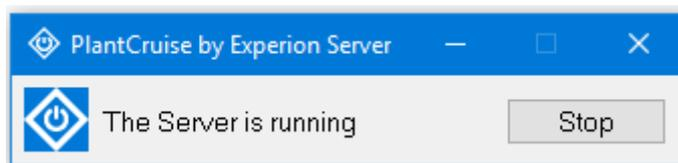
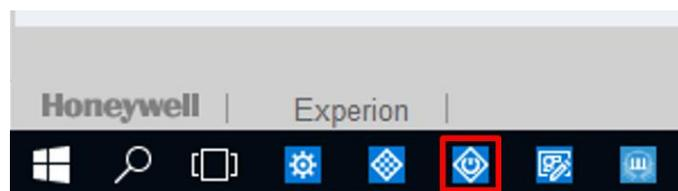

Рисунок 10 – Сервер в режиме Running
Рисунок 11 – PlantCruise by Experion Server на панели задач Windows
- Сервер находится в режиме Running (Рис. 10). Для просмотра состояния - откройте приложение PlantCruise by Experion Server, используя панель задач Windows (Рис. 11);